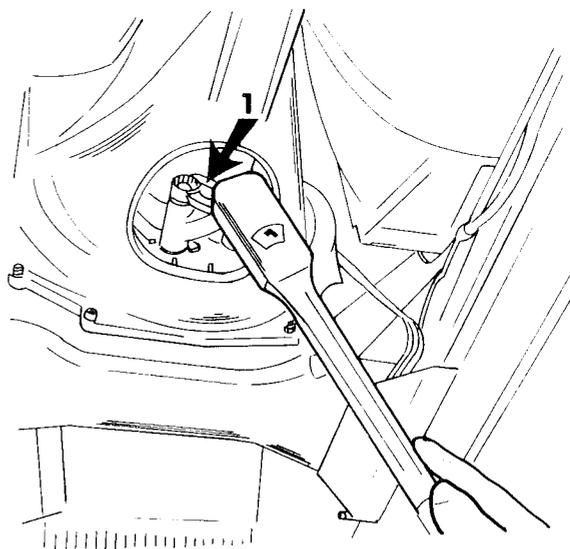

Bild 7
- Das Schwungrad in geeigneter Weise gegenhalten und die Befestigungsschrauben der Gelenkwelle entfernen. Dazu wird normalerweise ein Spezialschlüssel verwendet, wie er in Bild 7 gezeigt ist. Die Welle durchdrehen und die anderen Schrauben der Reihe nach in gleicher Weise lösen.